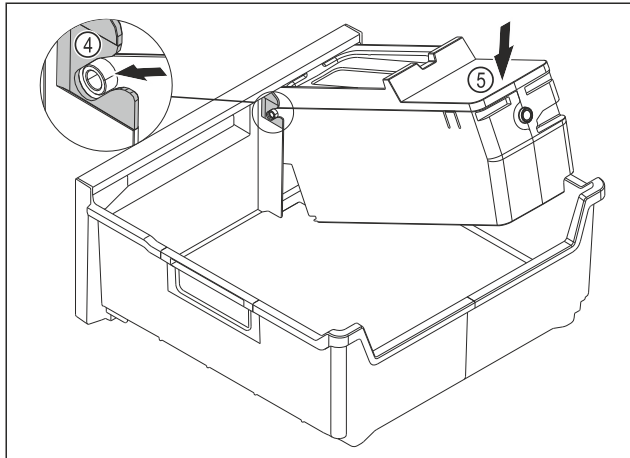

Fig. 147
- ▶ Monter le corps de l'EasyTwist-Ice : Insérer les axes du corps de l'EasyTwist-Ice dans les guides Fig. 147 (4).
- ▶ Appuyer l'arrière du corps de l'EasyTwist-Ice Fig. 147 (5) vers le bas.